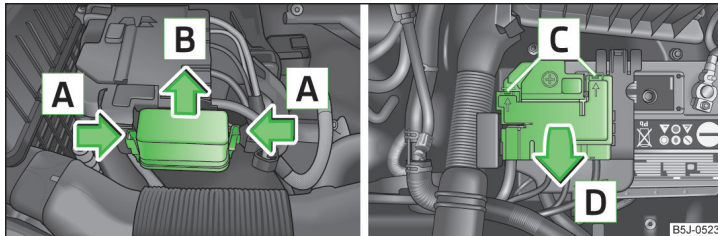

Fig. 152 Bateria autovehiculului: Capacul panoului de siguranțe
- Apșați simultan mânerul de siguranță ale panoului de siguranțe, în sensul săgeții **A** » fig. 152 și împingeți înspre afară capacul, în sensul săgeții **B**.